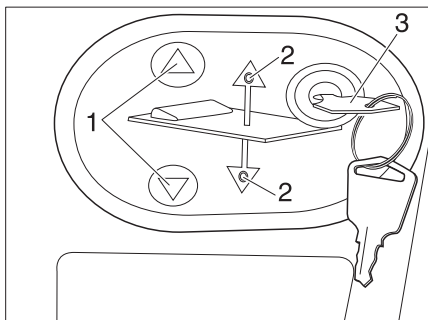

Bild 166 Manöverpanel för elektriskt höjbar säng
- Sätt in nyckeln (Bild 166,3) i manöverpanelen.
- Tryck på knappen  (Bild 166,1) och håll den nertryckt. LED-lamporna (Bild 166,2) tänds och den höjbara sängen sänks till mittläget och stannar sedan.
- Tryck på knappen  (Bild 166,1) och håll den nertryckt. Motsvarande LED-lampa (Bild 166,2) lyser och den höjbara sängen sänks ända ned.